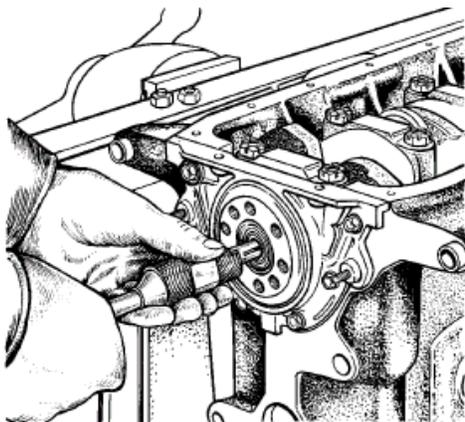
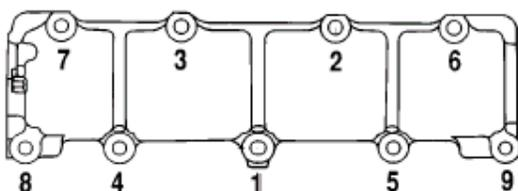
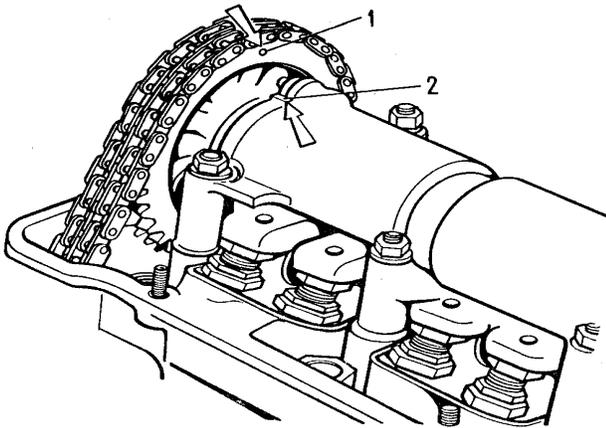

Fig. 2-11. Remoción del cojinete del árbol de la caja de cambios del cigüeñal con ayuda del botador A.40006
Fig. 2-18. Orden de apriete de las tuercas del cuerpo de los cojinetes del árbol de levas
Fig. 2-19. Verificación de la coincidencia de la referencia de instalación en la estrella del árbol de levas con la referencia en el cuerpo de los cojinetes:
Con el botador A.40006 sacar del alojamiento en el cigüeñal (fig.2-11) el cojinete del árbol primario de la caja de cambios.
Instalar la estrella en el árbol de levas armado con el cuerpo de los cojinetes, y girar el árbol de manera que la señal en la estrella se encuentre frente a la señal en el cuerpo de los cojinetes (véase fig.2-19). Quitar la estrella y, sin cambiar la posición del árbol, instalar el cuerpo de los cojinetes en la culata de los cilindros y fijarla apretando las tuercas por un orden determinado (fig.2-18).
- poner la cadena en la estrella del árbol de levas e introducirla en la cavidad del accionamiento, en esto la estrella se debe instalar de manera que la señal en esta coincida con la señal en el cuerpo de los cojinetes (fig.2-19). El tornillo de la estrella no se debe apretar a fondo;
- dar dos vueltas al cigüeñal en dirección de rotación con el fin de asegurar el tensado conveniente de la cadena; comprobar la coincidencia de las señales en las estrellas con las señales en el bloque de cilindros (fig.2-11) y en el cuerpo de los cojinetes (fig.2-19);